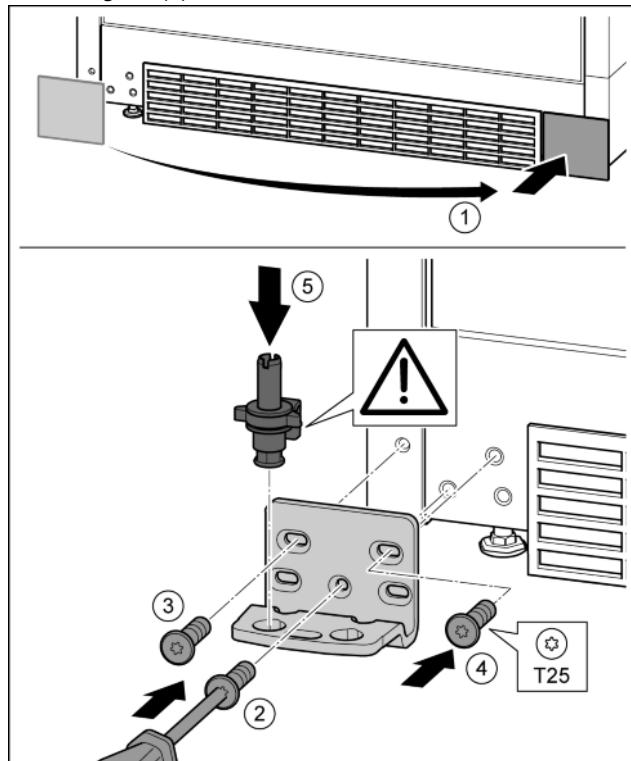

Fig. 16
- Снять крышку и поставить с другой стороны. Fig. 16 (1)
- Установить опорный кронштейн с другой стороны и прикрепить с помощью отвертки T25. Начинать с винта 2 в центре. Fig. 16 (2)
- Затянуть винты 3 и 4. Fig. 16 (3, 4)
- Снова установить опорный палец в сборе. При этом следить за тем, чтобы выступ фиксатора был направлен назад. Fig. 16 (5)